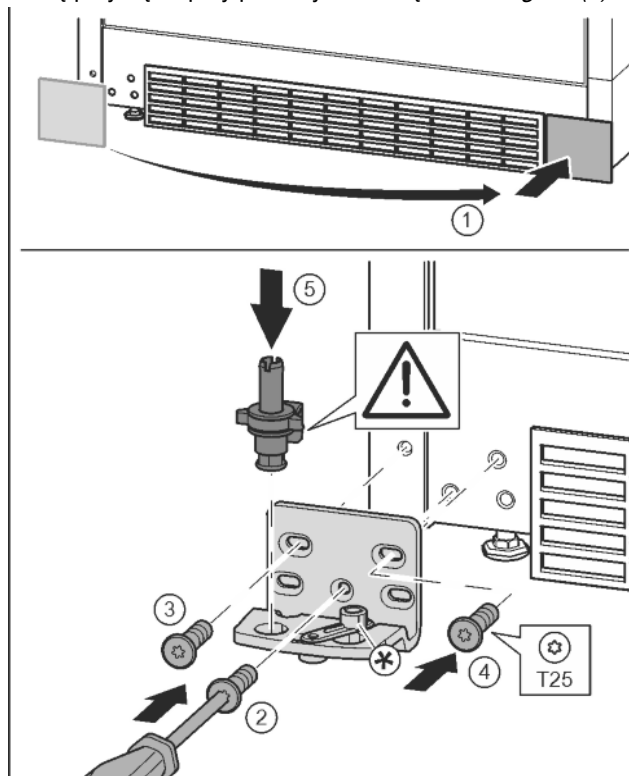

Fig. 13
- ▶ Zdjąć osłonę i założyć z drugiej strony. Fig. 13 (1)
- ▶ Płytkę zawiasu założyć z drugiej strony i przykręcić przy pomocy śrubokręta T25. Rozpocząć śruby 2 dolnej umieszczonej na środku. Fig. 13 (2)
- ▶ Dokręcić śrubę 3 i 4. Fig. 13 (3, 4)
- ▶ Założyć cały sworzeń płytki zawiasu. Przy tym zwrócić uwagę, by krzywka zatrzaskowa wskazywała do tyłu. Fig. 13 (5)